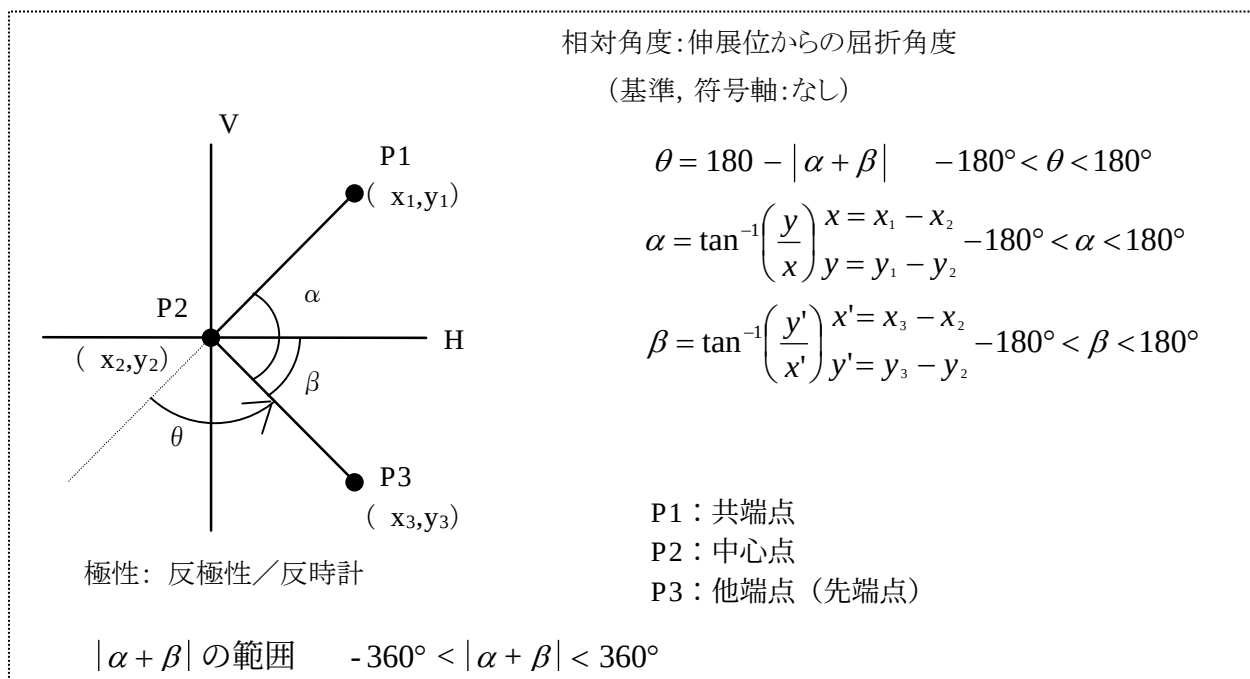

図 118
(7)2D 解析－関節角－変位…………… 投影面でのマーカー3点の関節角を求めます。(図 118)